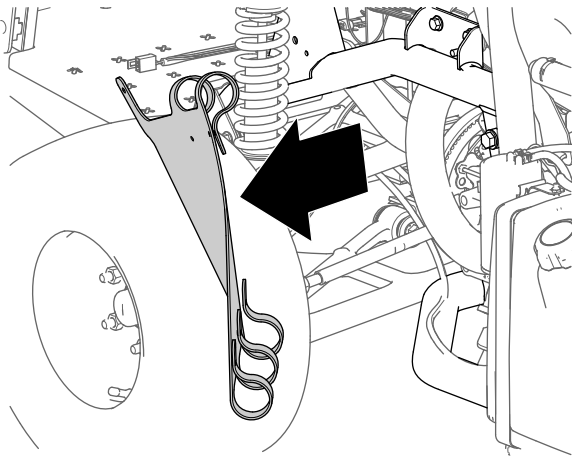

Figure 13
5. Déposez la doublure d'aile de la machine (Figure 13).